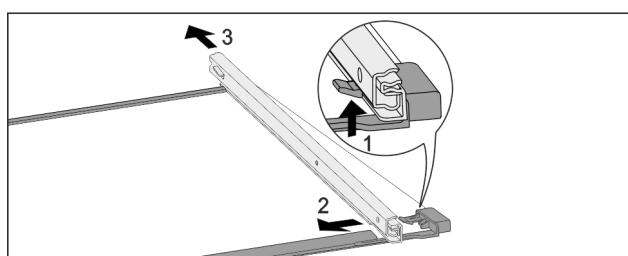

Fig. 142 Sklenená doska s koľajničkami
- Potlačte predný západkový hák nahor. Fig. 142 (1)
- Odsuňte vyťahovacie koľajničky do strany Fig. 142 (2) a dozadu Fig. 142 (3).